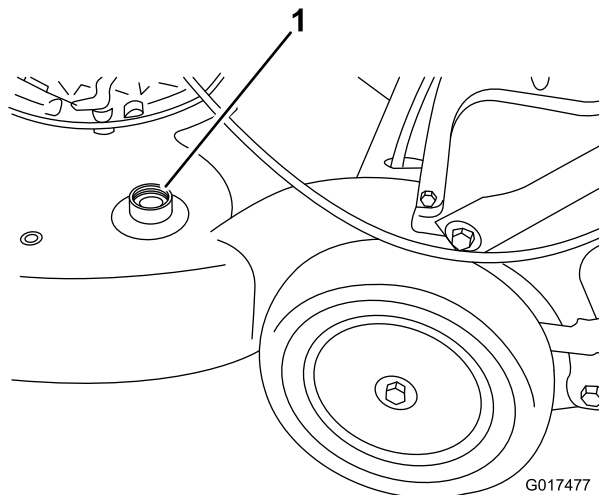

Figure 30
3. Branchez un tuyau d'arrosage relié à l'alimentation en eau au raccord de lavage du carter du tablier de coupe (Figure 30).